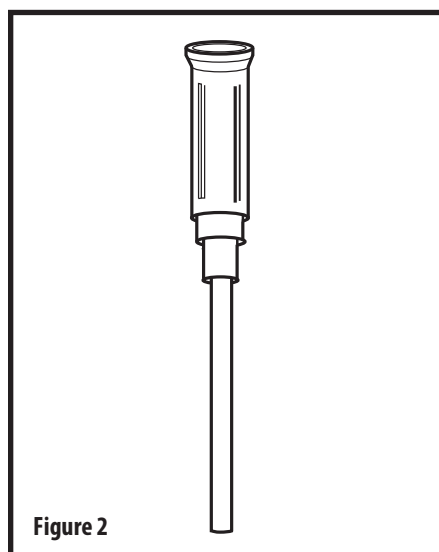

Figure 2
7. För in introducerkanylen (fig 2) i jejunalporten tills fattningen är i kontakt med jejunalsondens matningsport och introducerkanylen är tydligt synlig i sonden. Introducerkanylen öppnar envägsventilen och skyddar den från att skadas av ledaren.